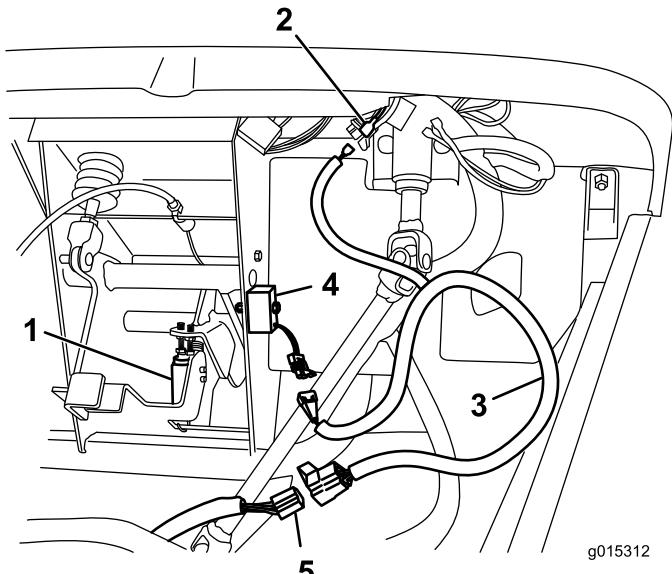

Figura 1
1. Sujete el módulo de arranque eléctrico al bastidor del conjunto del pedal con un perno (1/4" x 1-3/8") y una tuerca con arandela prensada (1/4"), según se muestra en Figura 1.
1. Desconecte el conector de arnés de cables existente del interruptor del pedal (Figura 1).
2. Localice el arnés delantero del arranque eléctrico (Figura 1) entre las piezas sueltas.
3. Conecte el arnés delantero del arranque eléctrico al módulo de arranque eléctrico con el conector correspondiente, y conecte el otro extremo al conector del arnés existente (Figura 1).
4. Localice entre el cableado existente el cable etiquetado Key Start (arranque eléctrico) (Figura 1).
5. Conecte el cable del arranque eléctrico del arnés de cables delantero del arranque eléctrico al cable etiquetado del vehículo (Figura 1).